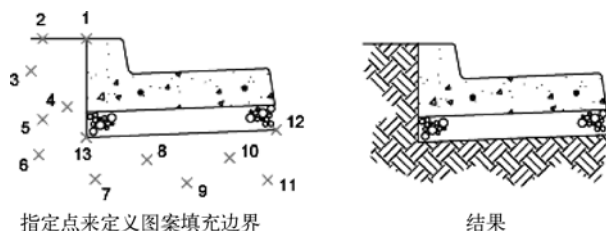

图 7-19 无边界图案填充的步骤
- 8) 按 **〈Enter〉** 键两次创建图案填充，如图 7-19 所示。